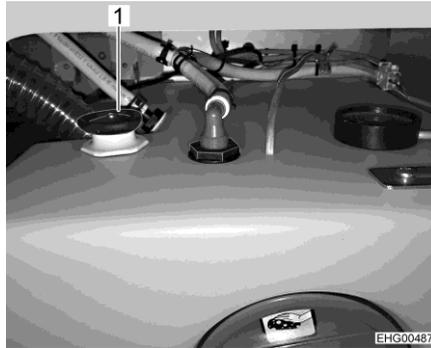

Fig. 60 Réservoir d'eau avec poignée tournante
- Faire tourner la poignée tournante (Fig. 60,1) du réservoir d'eau à fond dans le sens inverse des aiguilles d'une montre au-delà de la résistance pour ouvrir entièrement l'ouverture d'écoulement.